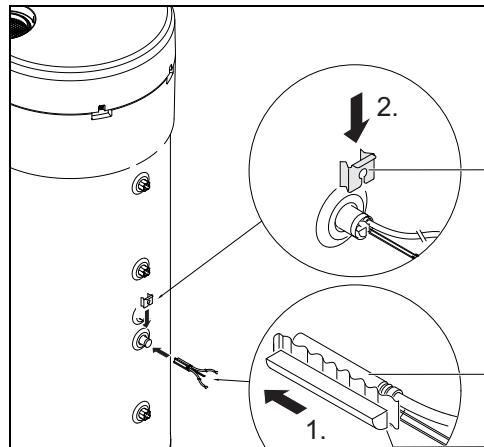

Fig. 11
- ▶ Monter le kit de montage [1] et la sonde de température NTC de l'accessoire [2] et les positionner comme indiqué dans la fig. 11.